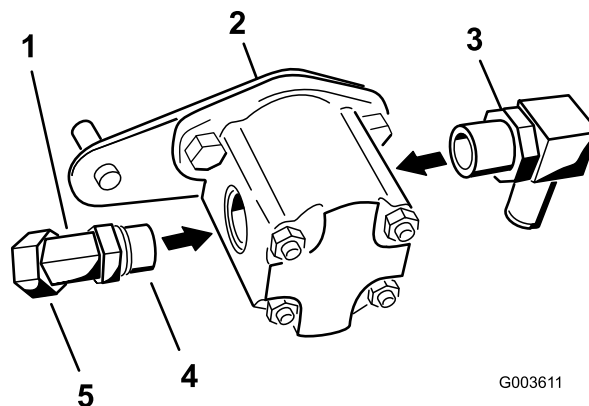

Figura 17
2. Instalai cotul de 45 de grade pe partea laterală a pompei hidraulice (Figura 17).